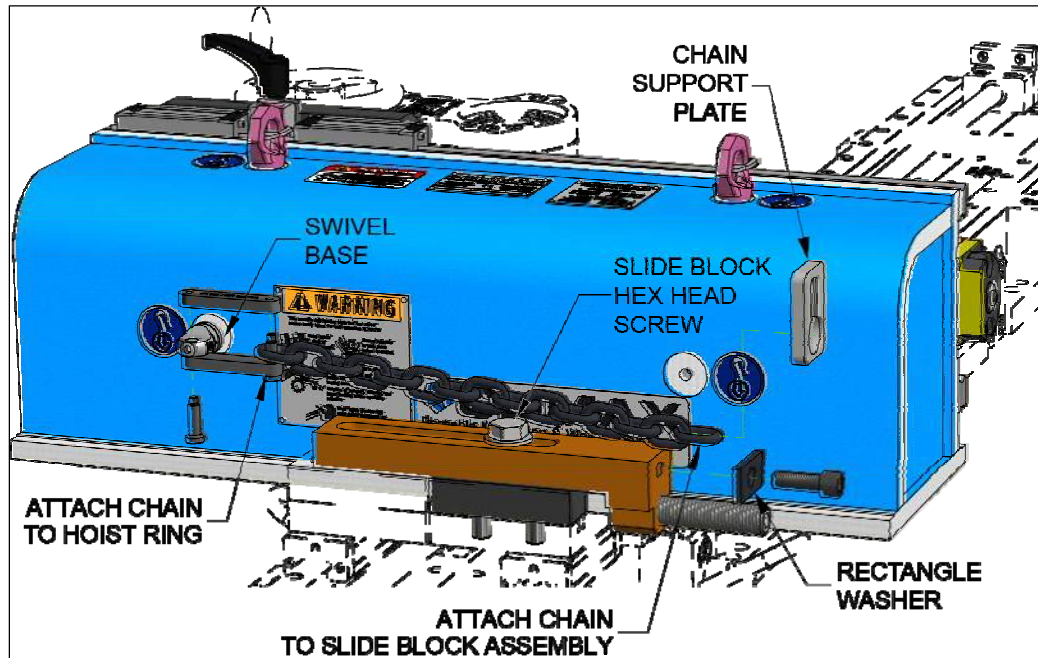

Figure 17. Installation de la chaîne de fixation de sécurité
8. Raccordez l'extrémité de la chaîne à la manille de l'anneau de palan sur le coulisseau (Figure 17 en page 4746).
9. Installez la manille de l'anneau de palan sur l'anneau de levage de la base articulée (Figure 17 en page 47).
10. Fixez un maillon d'extrémité de la chaîne à la manille (Figure 17 en page 47). Vissez les deux vis d'épaulement dans la manille de l'anneau de palan jusqu'à ce que l'épaulement soit en appui (Figure 16).
11. Vissez l'autre extrémité de la chaîne à travers la plaque de support de chaîne (Figure 17 en page 47).
12. Fixez la plaque de support de chaîne au bloc lisse avec la rondelle rectangulaire fournie et la vis à six pans creux M12 (Figure 17 en page 47). Serrez à 65 ft-lb (88 Nm).
2. Assurez-vous que toutes les vis de déplacement de glissière d'axe Z sont rétractées. Les vis de déplacement de la glissière d'axe X sont situées sur la face de la glissière d'axe Z juste dans les quatre vis de montage, comme présenté sur la Figure 16. Les vis de déplacement dans l'axe Y sont situées sur le bord du banc de la glissière d'axe Z, comme présenté sur la Figure 17.
6. Déplacez la glissière d'axe Z le long de l'axe X et de l'axe Y en utilisant les vis de déplacement présentées sur les Figures 16 et Figures 17, respectivement.